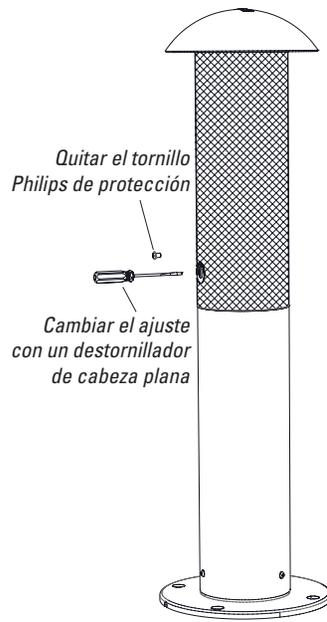

Figura 29
3. El altavoz L41XC se suministra con el transformador ajustado a 60 W. Si quieres utilizar un ajuste de menor potencia, utiliza un destornillador de punta Philips para quitar el tornillo Philips protector tal como se muestra en la Figura 29.